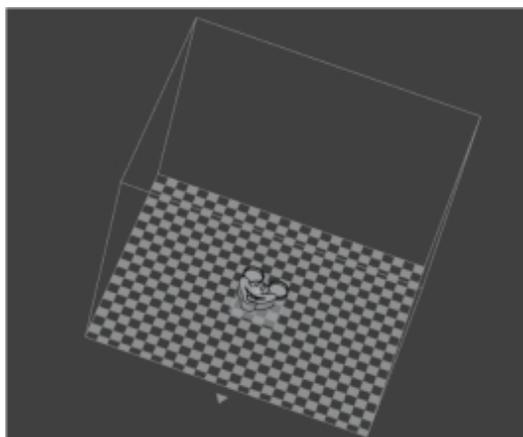

图7-5-36 模型摆放
⑤选择米奇头像底面→“确定”，完成模型的摆放，如图7-5-36所示。